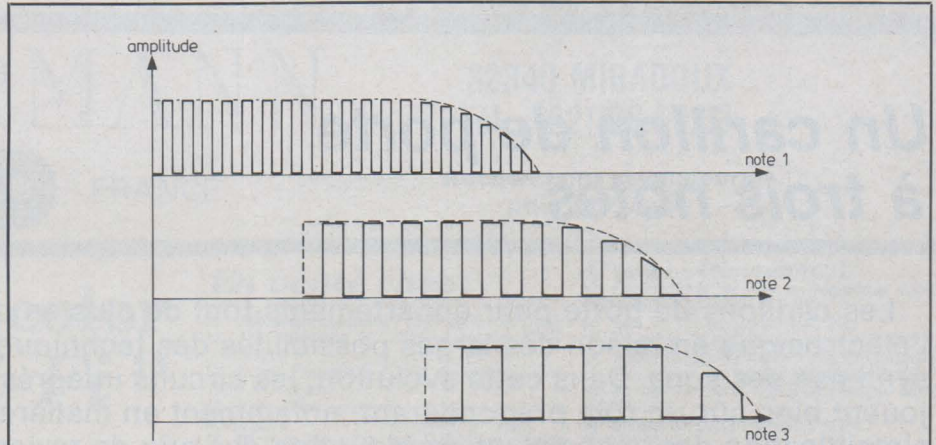

Figure 2 : Aspect du signal avec le modulateur d'enveloppe.
- un synthétiseur de fréquence délivrant simultanément les trois notes, des circuits « d'enveloppe » modulant ces signaux conformément à la figure 2 afin de produire un effet de percussion sur une lame vibrante;